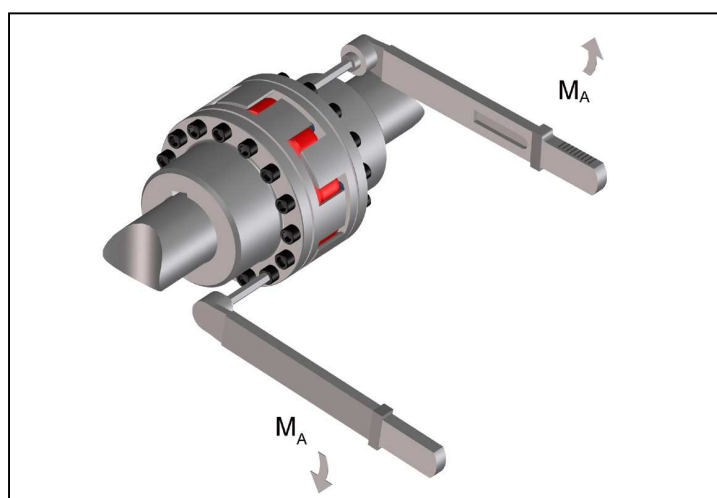

Bild 11
- Ziehen Sie die Schrauben mit dem in Tabelle 7 vorgeschriebenen Anzugsdrehmoment M_A fest (Bild 11).